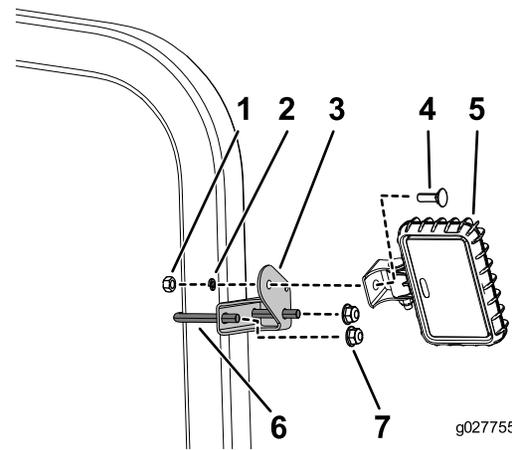

Bild 1
1. Befestigen Sie eine Halterung mit einem U-Bügel und zwei Muttern an jeder Seite des Überrollschutzes, wie in Bild 1 dargestellt.
3. Befestigen Sie den Kabelbaum mit den zwei Kabelbinden (7,25") in der Nähe der Scheinwerfer im verfügbaren Loch in der Scheinwerferhalterung (**Bild 1**).